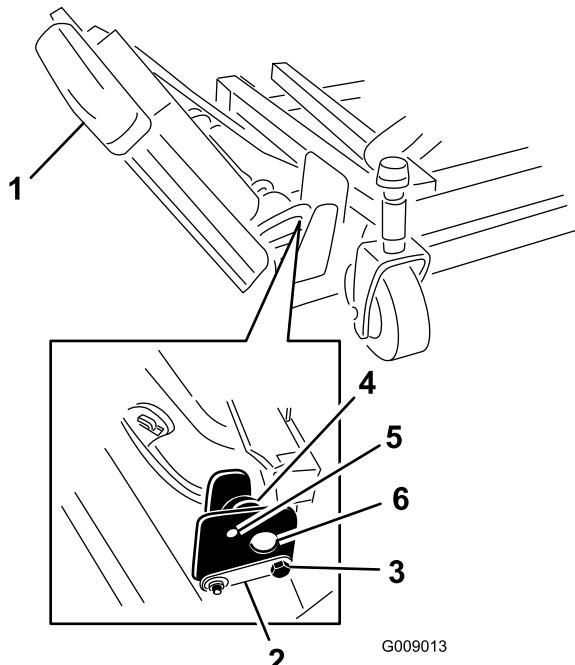

Figura 3
1. Retire las tuercas que sujetan los pernos de tope delantero y trasero a los soportes de montaje de la carcasa de la ala derecha (Figura 3).
la carcasa (Figura 3). Deje los excéntricos entre los soportes de montaje.